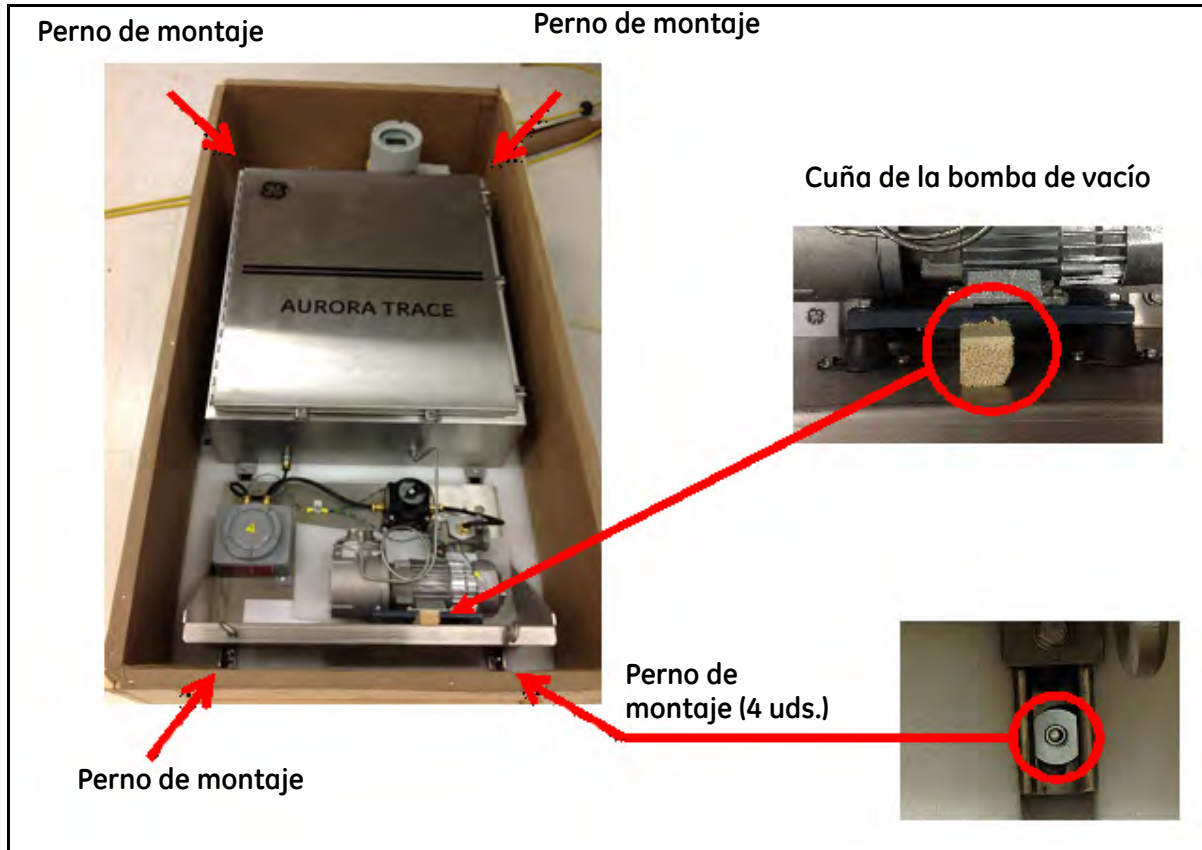

**Figura 2: Analizador Aurora Trace montado en su base con la cubierta de la caja retirada**
1. Retire los cuatro pernos de cada extremo de los raíles de montaje (consulte la *Figura 2 en la página 8*).
2. Retire la cuña que evita el movimiento de la bomba de vacío durante el transporte (consulte la *Figura 2 en la página 8*).